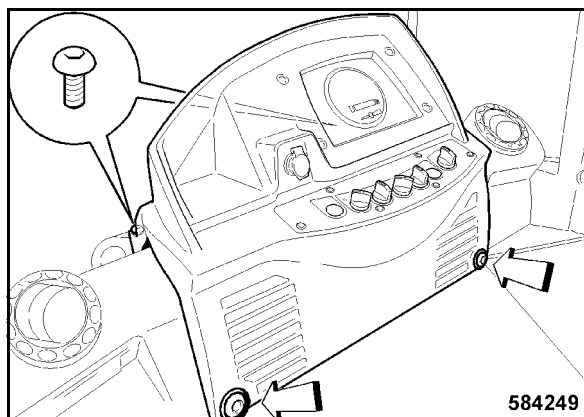

Fig. 187
- Instalar el tablero de instrumentos y fijarlo con cuatro tornillos de fijación (Fig. 187).